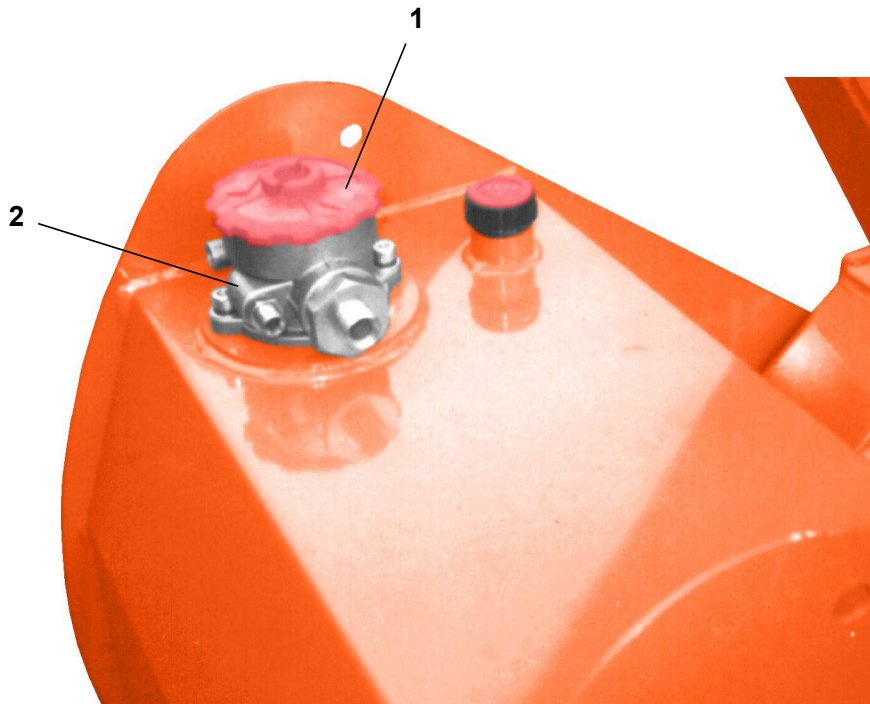

Fig. 8-5
- Byt ut oljefilterinsatsen **2** (fig. 8-5) placerad i tanken genom att ta bort locket **1**.
- Byt ut oljefilterinsatsen placerad i tanken genom att ta bort locket **1** (fig. 8-5).
- Byt ut hydrauloljan och oljefilterinsatsen (fig. 8-5).